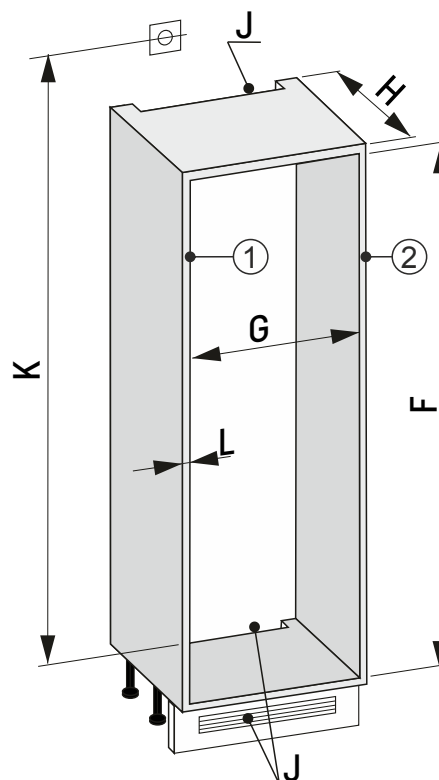

Fig. 91 Niche de 30"
- Mesurer l'épaisseur de paroi du meuble Fig. 91 (L).